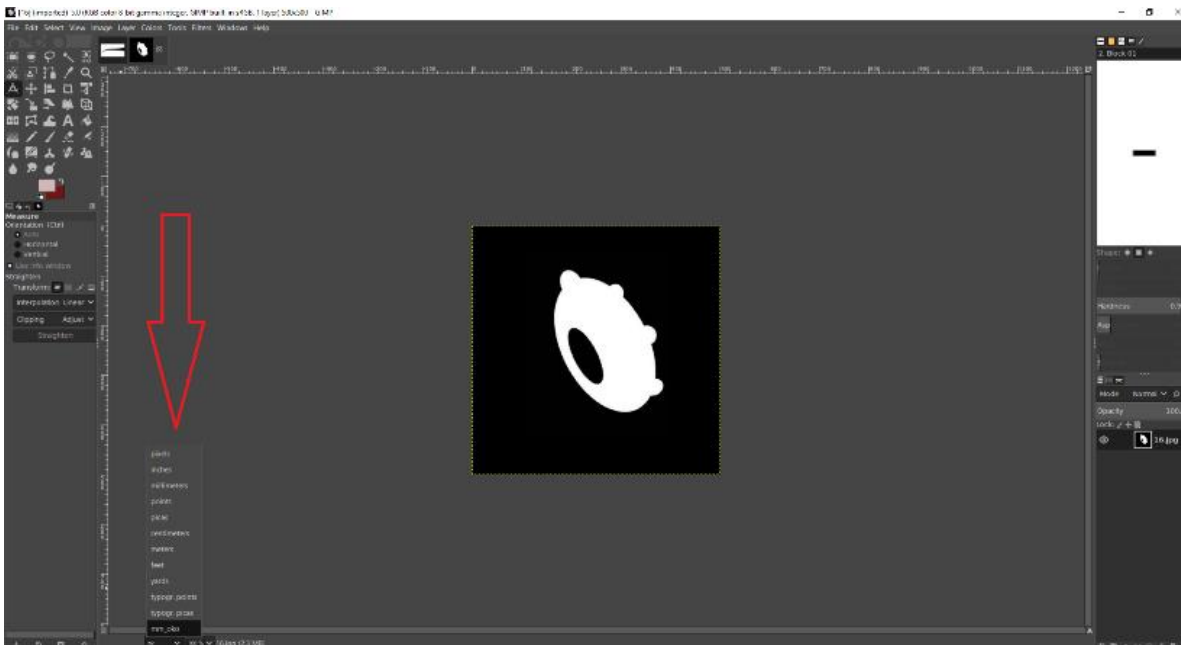

Рис. 8.2. Выбор единицы измерения в графическом редакторе.
-выбрать единицы измерения: mm-око (для измерения в миллиметрах), inch-око (для измерения в дюймах), px (для измерения в пикселях). Смотрите рисунок 8.2.